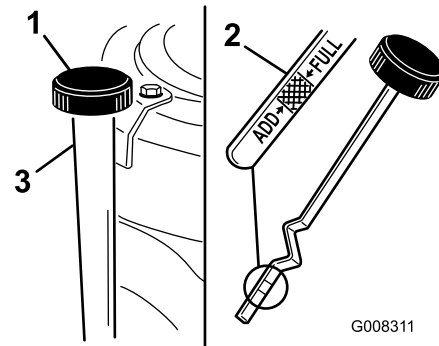

Figura 25
7. Pulite attorno all'asta di livello (Figura 25) in modo che la morchia non possa penetrare nel foro di rifornimento e danneggiare il motore.
8. Svitare l'asta di livello dell'olio e pulite l'estremità metallica (Figura 25).
9. Infilate a fondo l'asta di livello nel bocchettone di rifornimento (Figura 25).
11. Pulite la zona circostante l'asta di livello e svitate il tappo (Figura 25).
12. Versate lentamente nel tubo di rifornimento (Figura 25) l'80% circa dell'olio motore. Vedere Cambio dell'olio motore.